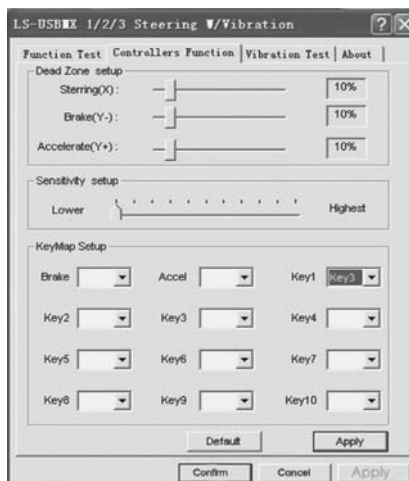

Рис. 8
- Выберите закладку «Controllers Function» для настройки осей и кнопок (рис. 8).
- Настройка Dead Zone setup («мертвой зоны»): манипулятор не будет реагировать на незначительное нажатие на педали газа (Accelerate Y+) и торможения (Brake Y-) и повороты руля (Steering X), поэтому нужно установить необходимые поправки (см. рис. 8);
- Настройка Sensitivity setup (чувствительности): чем выше установлена чувствительность, тем быстрее и оперативнее будет реакция манипулятора на нажатие педалей и повороты руля, поэтому нужно установить необходимые установки – в пределах от Lower (низкого) до Highest (см. рис. 8);
- В разделе KeyMap Setup можно перепрограммировать значение кнопок: для этого напротив обозначения кнопок необходимо выбрать нужное значение (см. рис. 8);